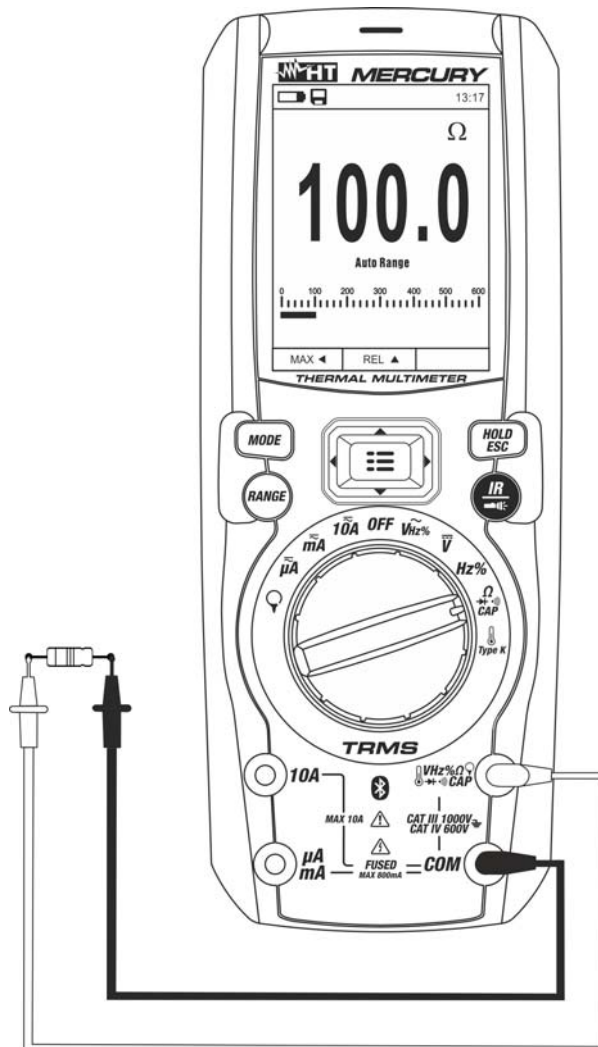

Fig. 24: Uso del instrumento para medida de Resistencia y Prueba de Continuidad
3. Posicione las puntas en los puntos deseados del circuito en examen (ver Fig. 24). El valor de la resistencia se muestra en pantalla